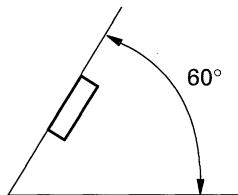

Fig. 5
- L'angle de l'installation, ne doit pas dépasser 60° par rapport à l'horizontale, faute de quoi l'unité ne fournira pas ses performances optimales. (Fig. 5)